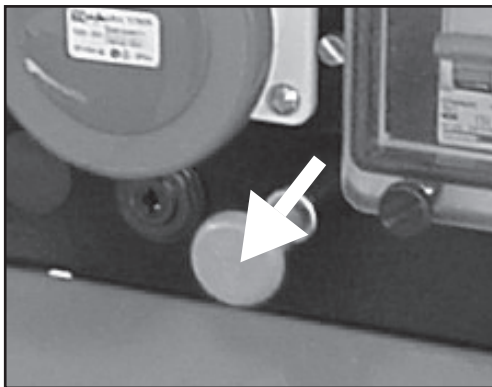

Fig. 8
- 3) Versie P9000 – WP230: Trek aan de knop op het bedieningspaneel (zie fig.8); wacht tot de motor volledig is gestopt; zet de sleutel weer in de stand "OFF".